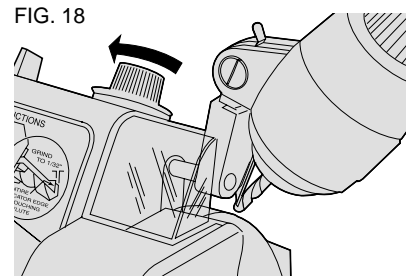

FIG. 18
2. Faire tourner le bouton d'alimentation dans le sens horaire jusqu'à ce que le foret touche presque à la meule lorsqu'on bascule la tête de l'avant vers l'arrière (fig. 18).